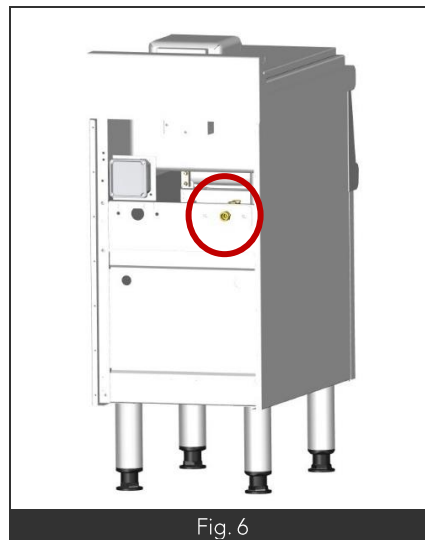

Fig. 6
- L'alimentation en eau est raccordée au M1/2 (Fig6) située au derrière de l'appareil.